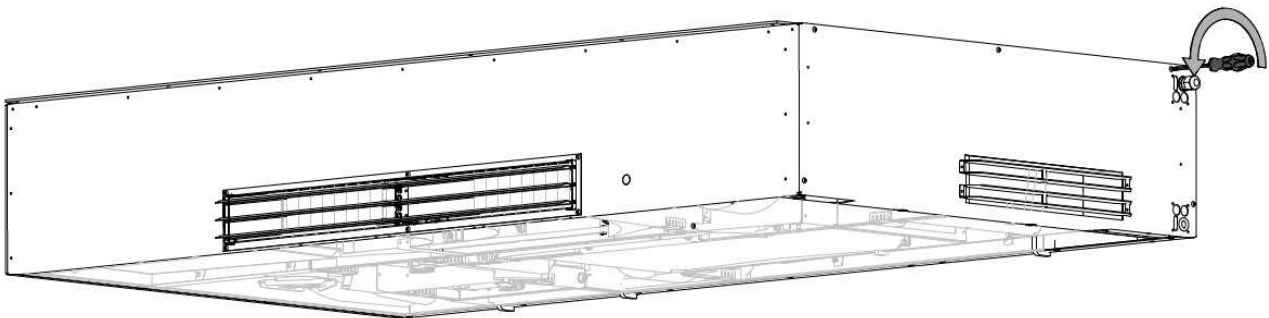

Abbildung 5: Demontieren der Seitenabdeckung, rechte Seite
2. Demontieren Sie die rechte Seitenabdeckung, siehe Abbildung 5. Legen Sie die Abdeckung vorsichtig auf eine Schutzunterlage, um Kratzer auf der Oberfläche zu vermeiden.